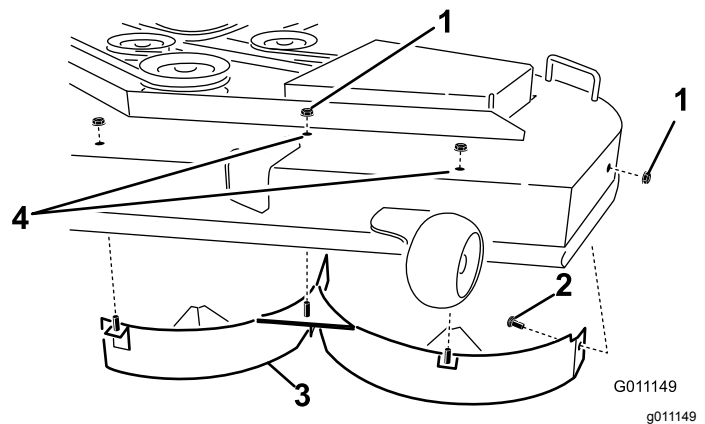

Figura 35
4. Remova as 3 porcas de bloqueio (5/16 pol.) presas aos postes soldados do abafador esquerdo, na parte superior da plataforma do cortador, nas posições central e esquerda (**Figura 35**).
5. Remova o parafuso de carroçaria e porca de bloqueio na parede lateral da plataforma do cortador que prende o abafador esquerdo à plataforma (**Figura 35**).
6. Retire o abafador esquerdo da plataforma do cortador (**Figura 35**).
7. Localize os 2 parafusos nas peças soltas e utilize as porcas de bloqueio existentes e instale as fixações nos orifícios mostrados na **Figura 35** no cortador para evitar que os detritos saiam.